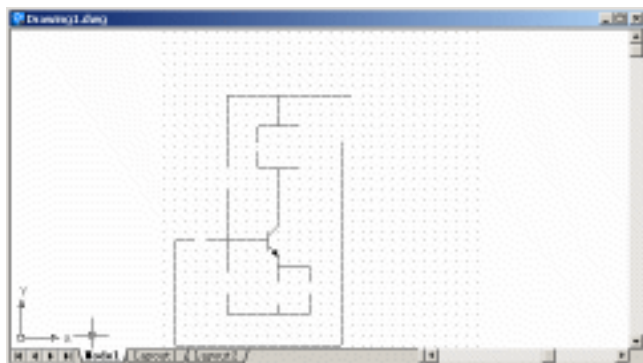

图 7.6 绘制完成线路
(4) 用 LINE 命令绘制完成线路，如图 7.6 所示。